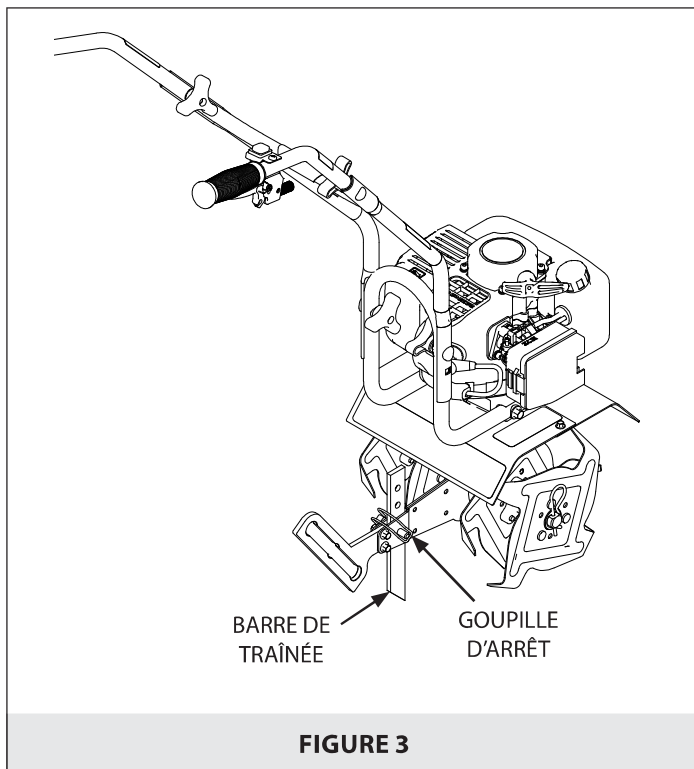

FIGURE 3
- La barre de trainée est expédiée avec la pointe vers le haut. Avant utilisation, retirer la goupille d'arrêt et retourner la barre de trainée afin de placer la pointe en position basse vers les fraises. Remettre la goupille d'arrêt en place. **VOIR FIGURE 3.**